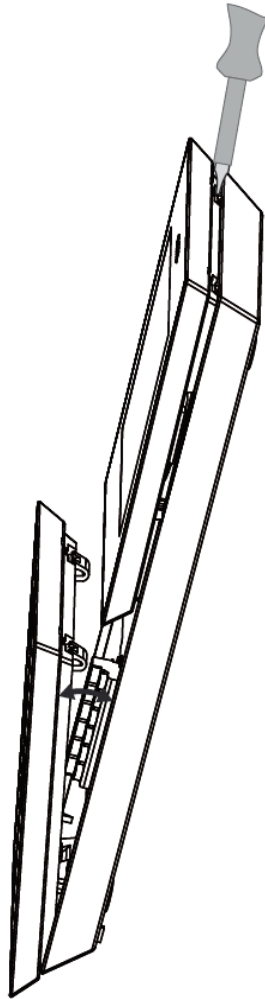

Bild 4: Zusammenbau/ Demontage
- Tasten-Aufsatz und Lautsprecher-Aufsatz (Bild 4) jeweils unten in das Unterteil einhaken und nach oben klappen bis die Rasthaken verriegeln.
- Zur Demontage der Aufsätze können die Rasthaken (Bild 4) mit einem Schraubendreher entriegelt werden.